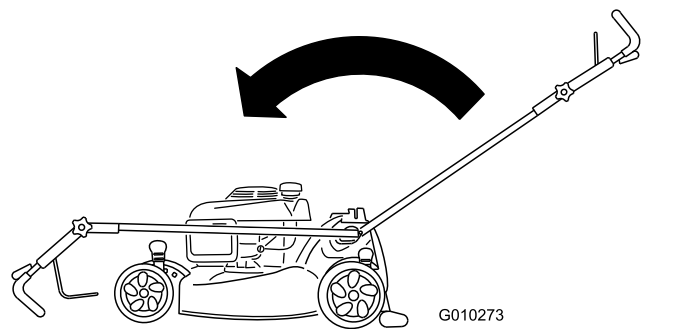

Figura 40
2. Spostate completamente avanti la stegola e allentate la manopola della sua sezione superiore (Figura 40).